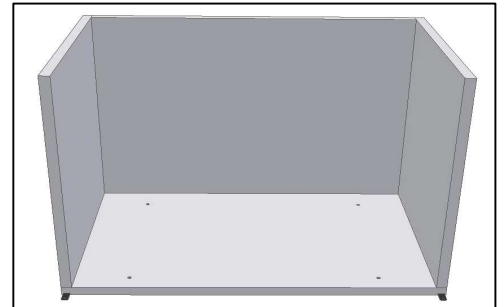

Abb. 4
- Bringen Sie die **Wandpaneele** auf dem Boden in Position und befestigen Sie sie mit den Boden- und Rückpaneele (Abb. 4);